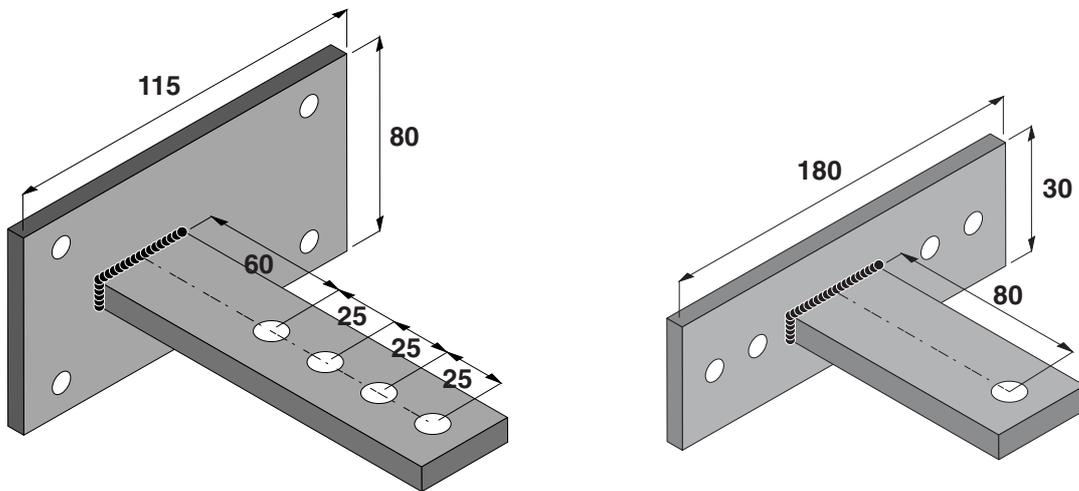

Fig. 2
2.2 Zubehör (Abb. 2): SILVER PF Platten mit Befestigungsbügeln für Montage ohne Schweißarbeiten